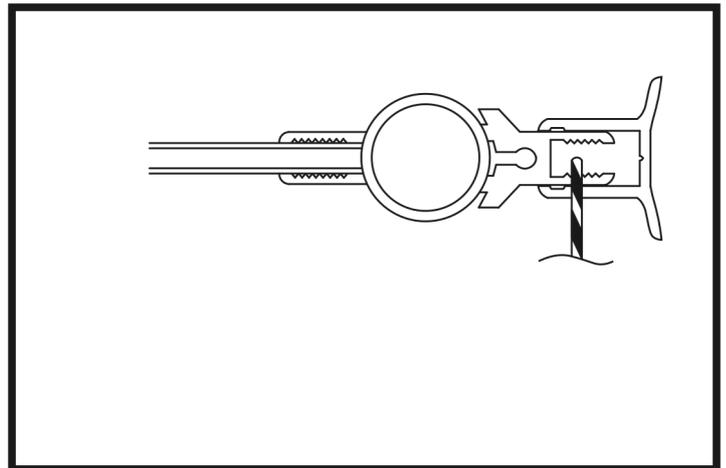

Abbildung 8
13. Bohren Sie zunächst das obere Loch durch das Scharnierleistenprofil und das Scharnier. Bohren Sie die Löcher vorsichtig so, dass der Bohrer nur eine Seite der Profile durchdringt, nicht das gesamte Produkt. (Abbildung 8)